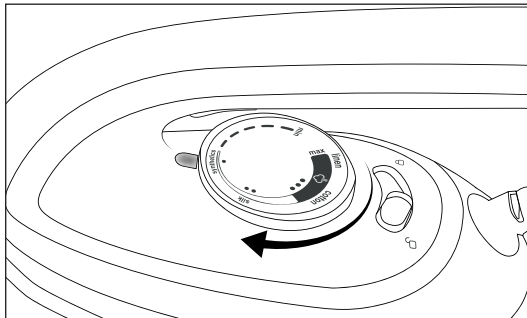

Abb. 7
- 3) Drehen Sie den Temperaturreglern **3** und stellen Sie so die gewünschte Bügeltemperatur ein (siehe Abb. 7).